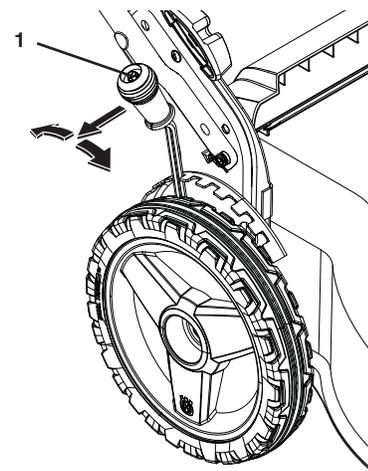

Figure 12
1. Tirez le levier de réglage dans la direction de la roue. Pour lever la tondeuse, bougez le levier à la position désirée. Pour baisser la tondeuse, déplacez le levier vers l'arrière (Figure 12).